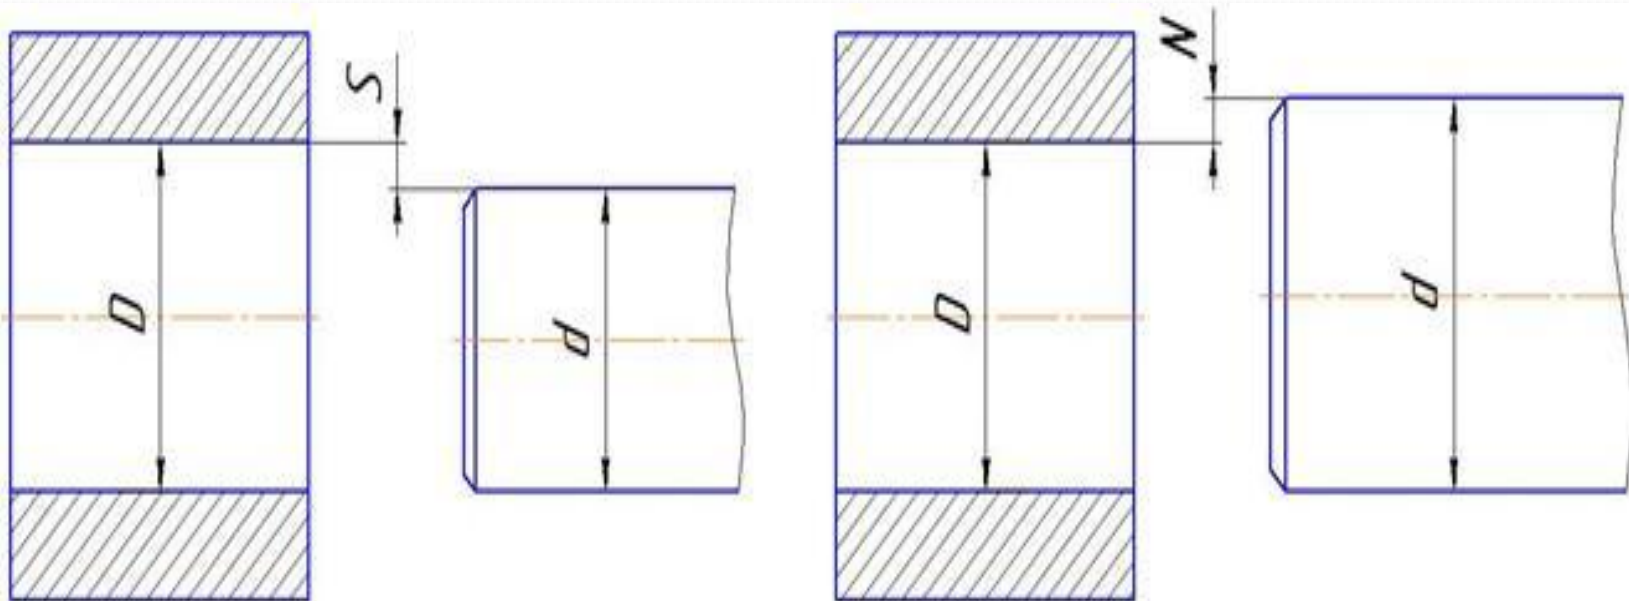

Рис. 2. Схема образования зазоров и натягов в соединении вал – втулка
Различают три вида посадок: посадки с зазором (рис. 2, а, б); посадки с натягом; переходные посадки.
*Зазор* ( $S$ ) – это положительная разность между размером отверстия ( $D$ ) и размером вала ( $d$ ) (рис. 2, а).
*Натяг* ( $N$ ) – это отрицательная разность размеров отверстия и вала до сборки (рис. 2, б)